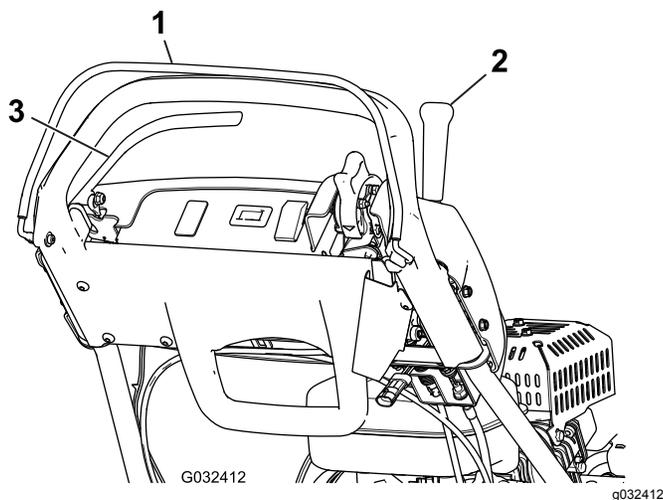

図 31
3. OPC を解除した状態で、走行レバーを入れる 図 31。レバーが入らなければ正常。走行レバーが入るのはインタロックシステムの異常であるから修理する。必ず修理してから使用すること 走行インタロックスイッチの整備 \(ページ 30\)を参照。
4. OPC を押し、走行レバーを入れた状態から OPC を解除する 図 31。走行レバーが外れれば正常。走行レバーが外れないのはインタロックシステムの異常であるから修理する。必ず修理してから使用すること 走行インタロックスイッチの整備 \(ページ 30\)を参照。